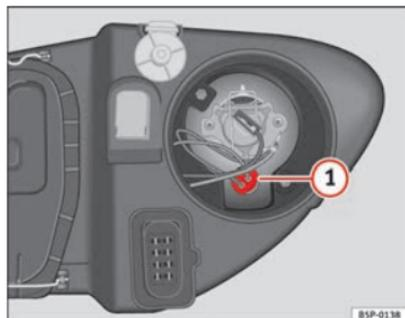

Abb. 195 Standlicht
- Den Lampenträger ⇒ Abb. 195 **1** herausnehmen.